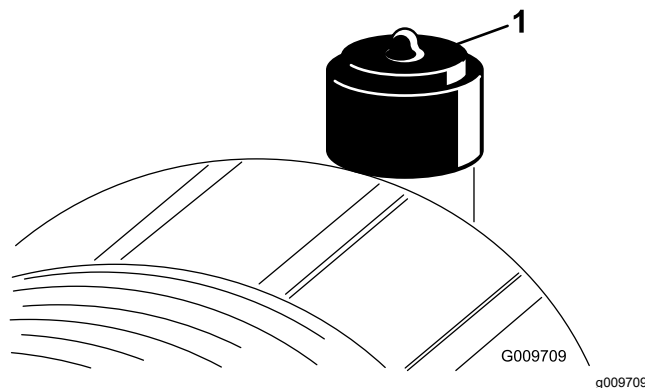

Figura 55
Revise el filtro del limpiador de aire únicamente cuando el indicador de mantenimiento (Figura 55) lo requiera. El cambiar el filtro antes de que sea necesario sólo aumenta la posibilidad de que entre suciedad en el motor al retirar el filtro.
2. Reinicie el indicador (Figura 55) si se ve rojo.